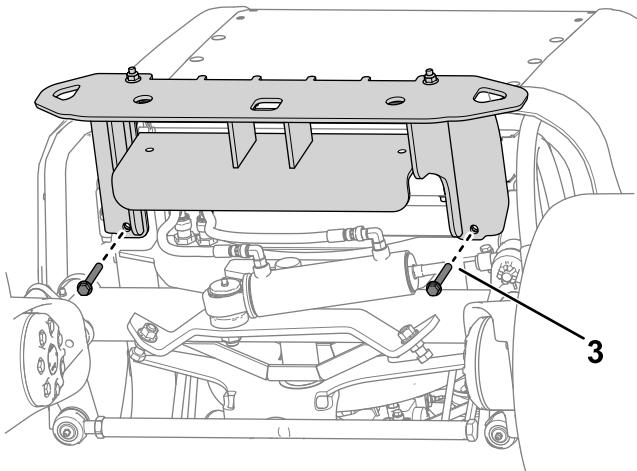

Bild 12
3. Befestigen Sie den oberen Bereich des Stoßfängers mit vier Schrauben (3/8" x 3 1/4") und 4 Muttern (3/8") lose am Maschinenrahmen, wie in Bild 12 dargestellt.
4. Befestigen Sie den Stoßfänger mit zwei Schrauben ($\frac{3}{8}$ " x $2\frac{3}{4}$ ") und zwei Muttern ($\frac{3}{8}$ ") lose unter dem Maschinenrahmen, wie in Bild 12 dargestellt.